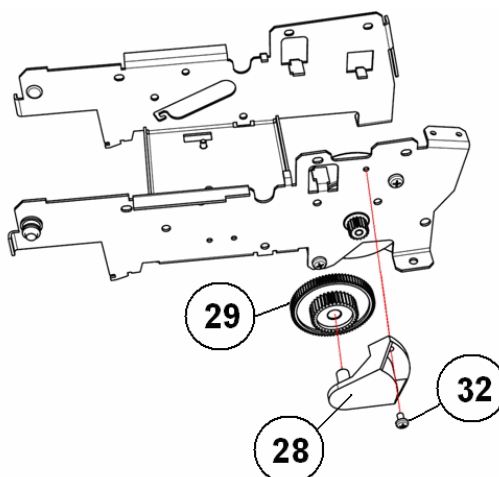

Рисунок 24 – Крепление блок колес зубчатых
- ◆ Снимите блок колес зубчатых (рис. 24, поз 29), открутив винт, удерживающий кронштейн (поз. 28);